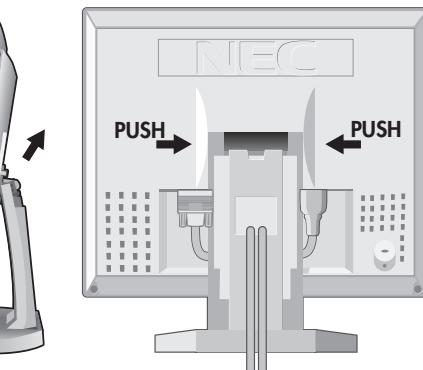

Figure R.1
1. 1. Le connecteur de Remove couvre, que charnière couvre et câble de l'étui (Figure R.1).